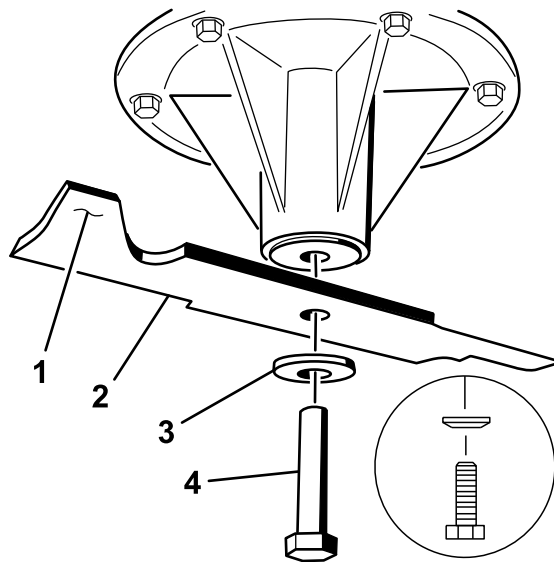

Figure 99
2. Enlevez de l'axe, le boulon, la rondelle bombée et la lame (Figure 99).
1. Placez la lame sur l'axe (Figure 99).
2. Montez la rondelle bombée et le boulon de lame (Figure 99).